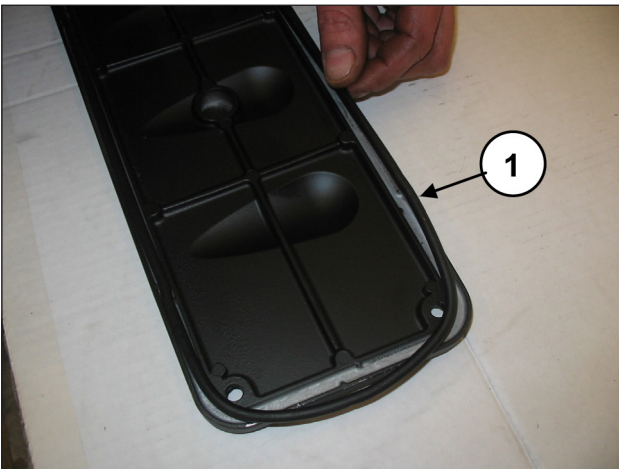
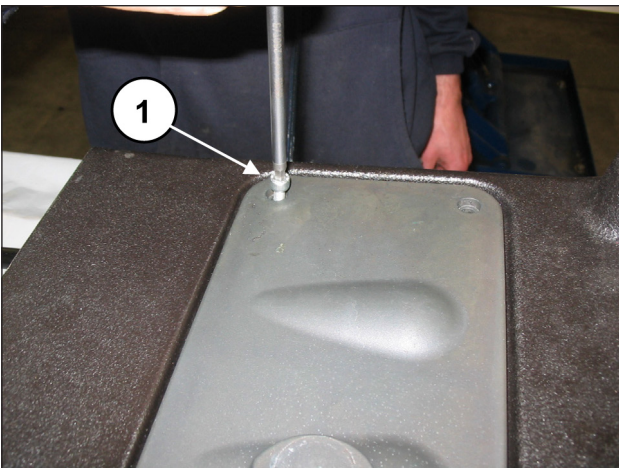

Abb. 163
Abb. 164
Setzen Sie auf die Inspektionsdeckel den O-Ring (Pos. ①, Abb. 163) und montieren Sie die Deckel anhand von 4+4 Schrauben M6x14 (Pos. ①, Abb. 164).